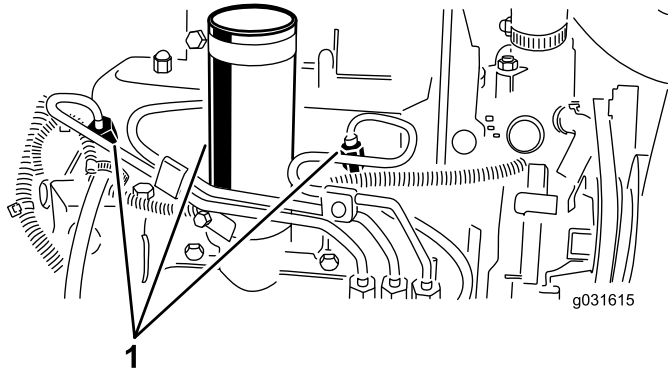

図 53
1. 燃料噴射ポンプの No.1インジェクタノズル **図 53** へのパイプ接続部をゆるめる。